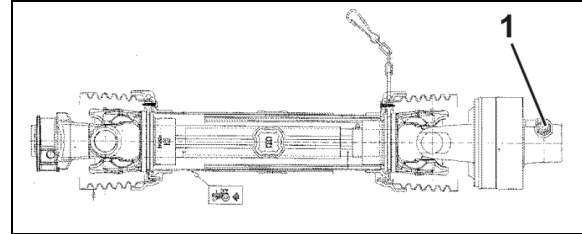

Fig. 24
1. Kardan mili, şanzıman giriş miline geçirilmeli ve cıvata ile sabitlenmelidir (Fig. 24/1).